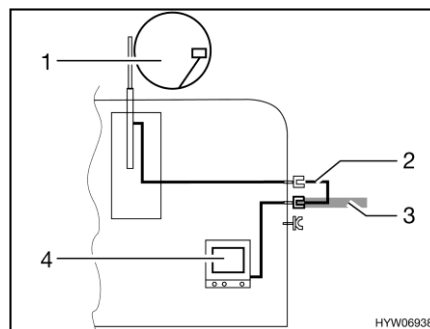

Bild 117 TV im Fahrzeug
- TV im Fahrzeug (Bild 117,4): Anschluss an Dachantenne (Bild 117,1) mit Verbindungskabel (Bild 117,2)
- TV im Fahrzeug (Bild 117,4): Anschluss an externe Antenne (Bild 117,3)